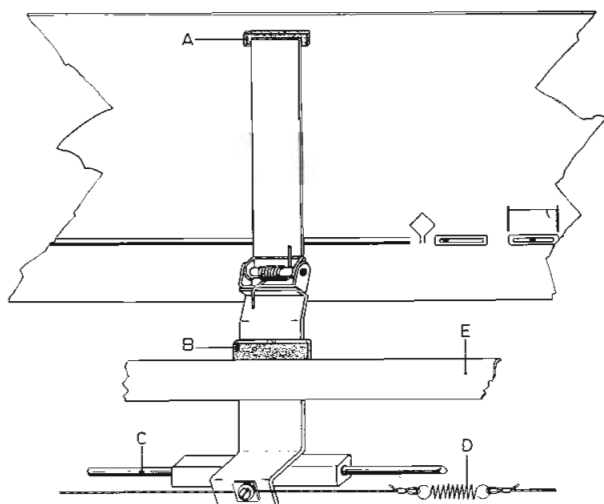

fig. 1
1. Het stukje vilt A, zie fig. 1, dat over de glazen schaal glijdt en het stukje vilt B, dat langs de strip E schuift, worden ingesmeerd met talkpoeder.